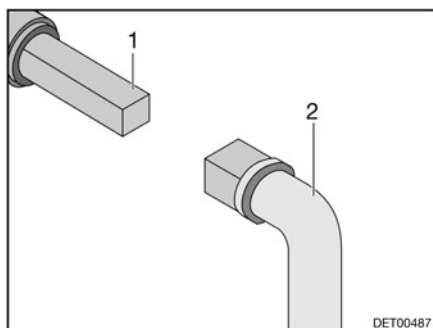

Fig. 217 Utilisation du robinet d'évacuation des eaux usées
- Insérer la clé (Fig. 217,2) sur la vis à quatre pans (Fig. 217,1).